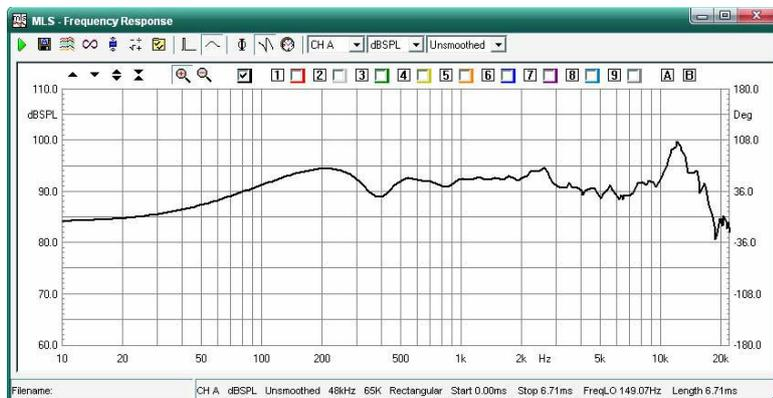

图9-17
7) 在进行时域的选取后再次点频率图标即获得如图剔除反射后，近似如消声室测量的扬声器频率响应曲线，如图9-17。